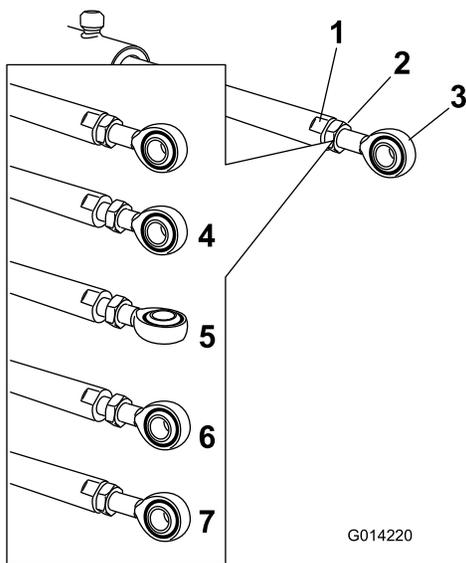

図 106
- アクチュエータロッドの平たい面にスパナをあてがって回転しないように押さえ、ジャムナットをゆるめて、アilettoロッドを調整できるようにする 図 106。
6. アイレットロッドを回転させてアクチュエータを希望の長さに調整する 図 106。